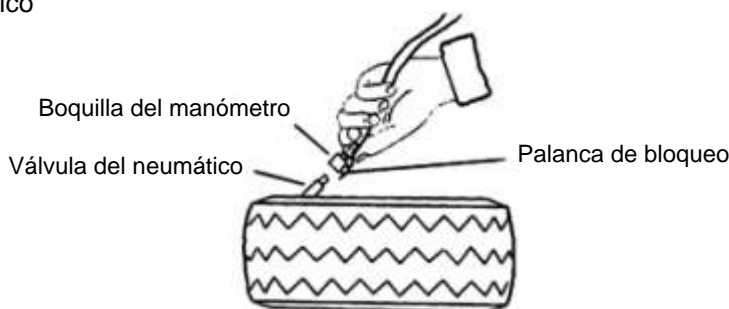

Fig. 10
- El pedal del brazo inclinable (H) se utiliza para mover el brazo inclinable (C) hacia adelante o hacia atrás.
- El pedal de las pinzas de sujeción (V) se utiliza para abrir o cerrar las cuatro pinzas de sujeción (G) en el plato de montaje.
- El pedal del presionador de neumáticos (U) se utiliza para controlar el brazo presionador (F).
- El pedal de sentido de giro del plato de montaje (Z) se utiliza para girar el plato de montaje (Y) en sentido horario o antihorario.
- El pedal de inflado de neumáticos del lado izquierdo (véase la fig. 12) se utiliza para inflar el neumático. (Fig. 10)